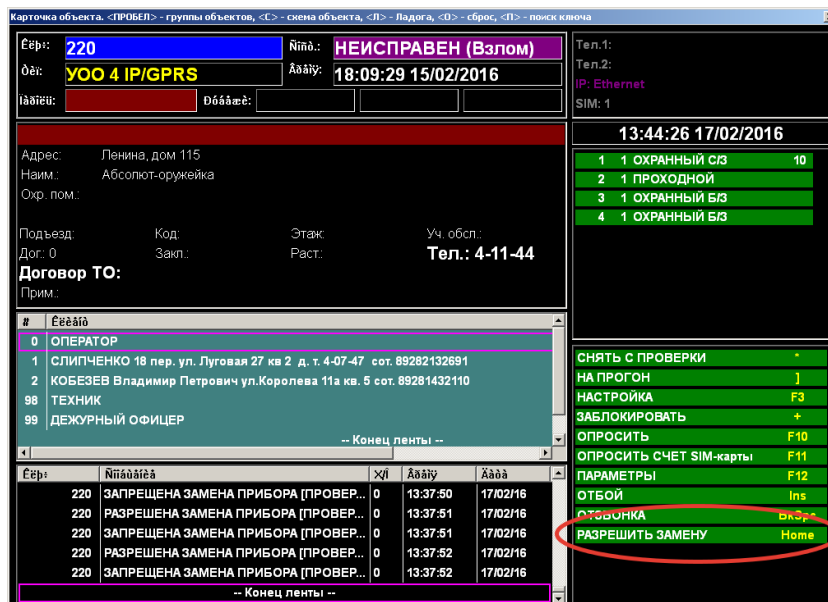

Рисунок 2. Пункт меню разрешения замены в карточке устройства
- в карточке объекта в Меню доступных операций выбрать операцию **Разрешить замену** (рисунок 2).